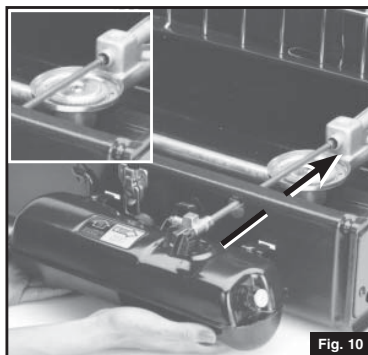

Fig. 10
- Inserte el generador por el orificio grande al frente de la estufa y dentro de la cámara de mezcla arriba del quemador. Coloque las presillas del tanque dentro de las ranuras al frente de la estufa. (Fig. 10)